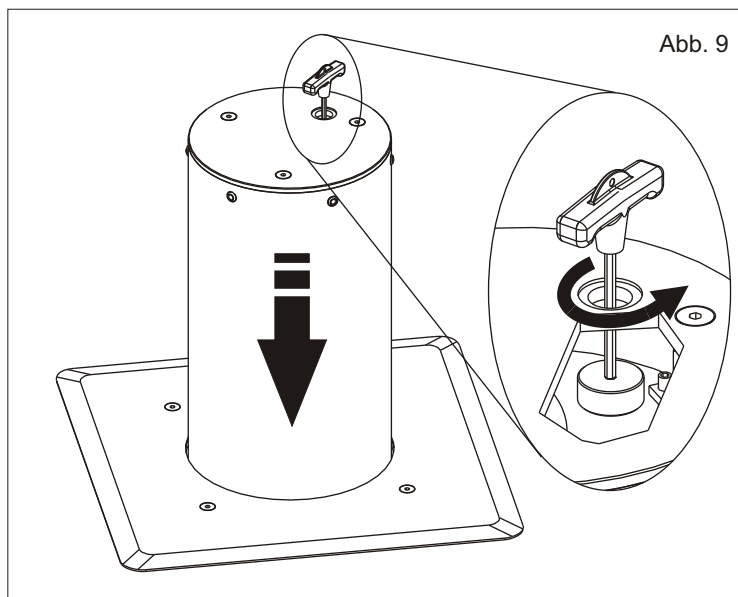

Abb. 9
3.2. Den gleichen Schlüssel in die Öffnung der Entriegelung stecken und schrauben (gegen den Uhrzeigersinn drehen) bis der Poller beginnt sanft herunterzugleiten (Abb. 9).